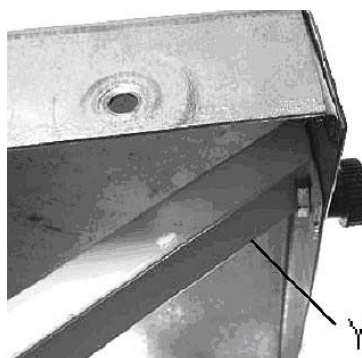

Fig. 14 : Montage des bras de support
- Figure 14 : Fixez les deux bras de support comme renfort. Mettez la table debout et serrez les vis et les écrous.